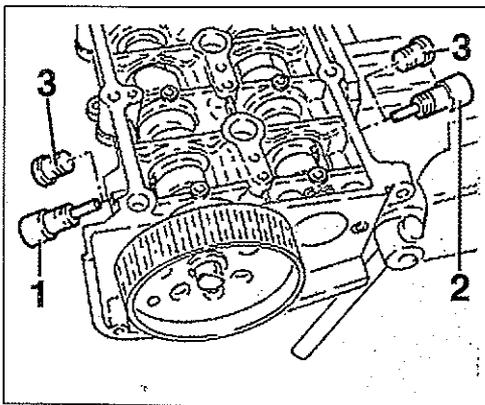

FIG. 32
- Catar los dos ejes de levas en las marcas de calado con ayuda de los pasadores (1) y (2) en el lugar de los tapones (3) (útil Opel: (1) EN-46789 (fig. 32) para el eje de levas de escape y (2) EN-46789-100 para el eje de levas de admisión).